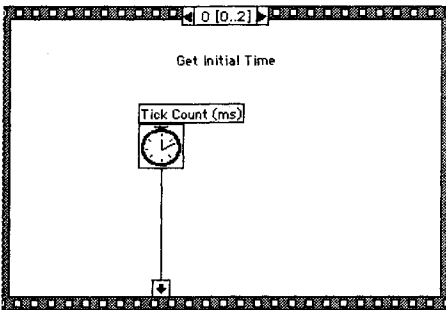

Рис. 6.39
4. Откройте окно диаграммы и постройте диаграмму, как показано на рис. 6.39–6.41.